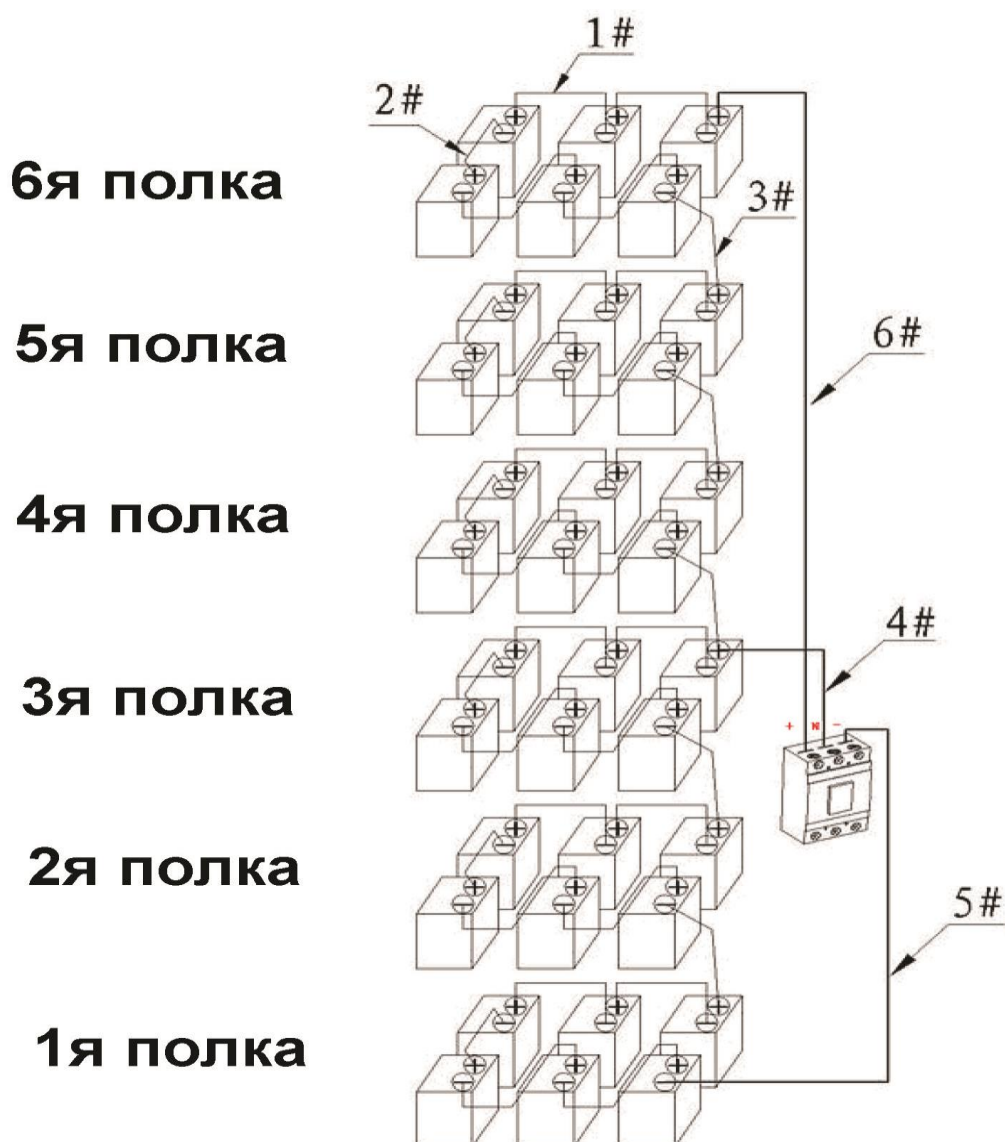

Рис. 6
2.5 После завершения подключения всех батарей кабель от БАТ+ с 6ой полки соедините с клеммой выключателя “+” (БАТ+), другой кабель от БАТ+ с 3ей полки (плюс 18ой батареей) подключите к общей клемме выключателя “N” (БАТN), последний кабель от БАТ- 1ой полки подключите к клемме “-” (БАТ-). См. рисунок 6.